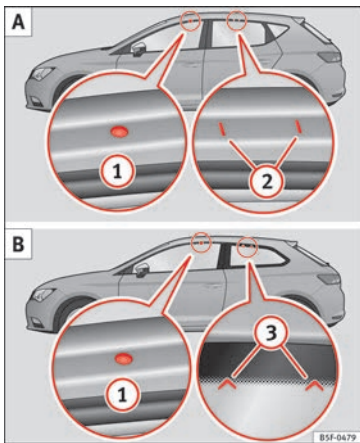

Abb. 182 Leon/Leon SC: Befestigungspunkte der Längsstangen für Dachträger.
Die vordere und hintere Befestigungspunkte ① und ② sind nur bei geöffneten Türen zu sehen » **Abb. 182 A.**
Die vorderen Befestigungspunkte ① sind nur bei geöffneten Türen sichtbar. Die hinteren Befestigungspunkte ③ sind an ihrem oberen Rand des Seitenglases mit Pfeilspitzen markiert » **Abb. 182 B.**